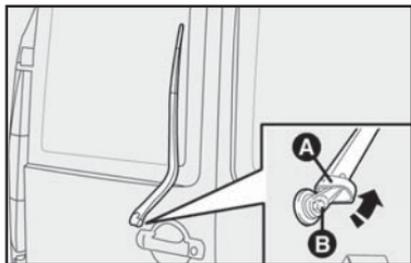

fig. 26
## Substituição da limpador/palheta do limpador do vidro traseiro - fig. 26
1) Para retirar o limpador basta afastar a proteção A conforme a seta e desparafusar a porca B-fig. 26.